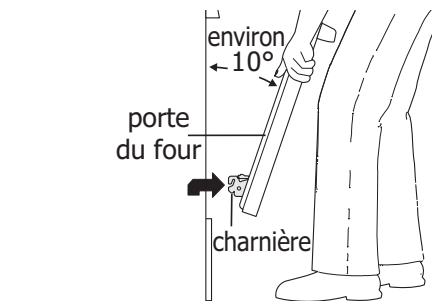
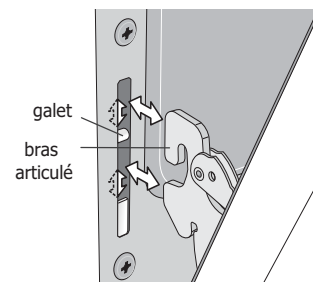

Figure 45 : Soutien de la porte pour la dépose
Figure 46 : Repose du bras articulé et du galet
3. Saisir fermement les deux côtés de la porte du four. Ne pas la soulever par la poignée (voir Figure 45).
4. Ouvrir la porte à un angle d'environ 10 degrés du cadre de porte (voir Figure 45).
5. Soulever les bras articulés hors des galets situés de part et d'autre du cadre de four (voir Figure 46).
1. Saisir fermement les deux côtés de la porte du four. Ne pas la soulever par la poignée (voir Figure 45).
2. Tout en tenant la porte au même angle que pour la dépose, asseoir le crochet du bras articulé sur les galets situés de part et d'autre du cadre de four (voir Figure 45 et Figure 46). Le crochet du bras articulé doit s'asseoir fermement sur les galets.